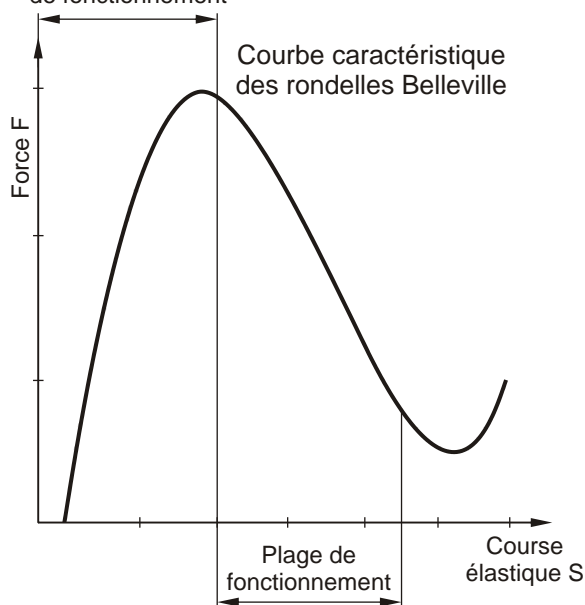

Fig. 10
La plage de réglage du couple correspondant est indiquée sur la plaque signalétique (23). Le réglage s'effectue en tournant l'écrou de réglage (6). Les rondelles Belleville montées (10) sont utilisées dans la partie décroissante de leur courbe caractéristique (voir fig.10). Cela signifie qu'une précontrainte plus forte des rondelles Belleville permet de réduire la force des ressorts.